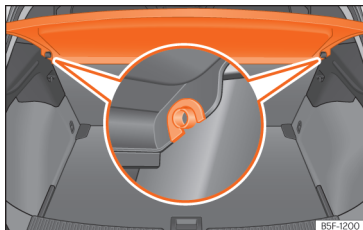

Abb. 122 Im Gepäckraum: Gepäckraumabdeckung aus- und einbauen.
- Drücken Sie die Abdeckung aus den Seitenhalterungen »» Abb. 122 aus, indem Sie diese nach oben ziehen und herausnehmen.
- Führen Sie die Abdeckung horizontal ein, so dass das „Hufeisen“ über den Achsen der Halter »» Abb. 122 liegt und drücken Sie die Abdeckung nach unten, bis sie einrastet.